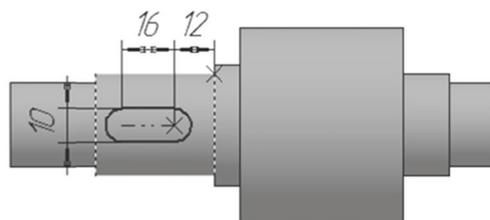

Рис. 7.16
- Измените значения размеров, как показано на рис. 7.16, – геометрия контура будет перестроена.